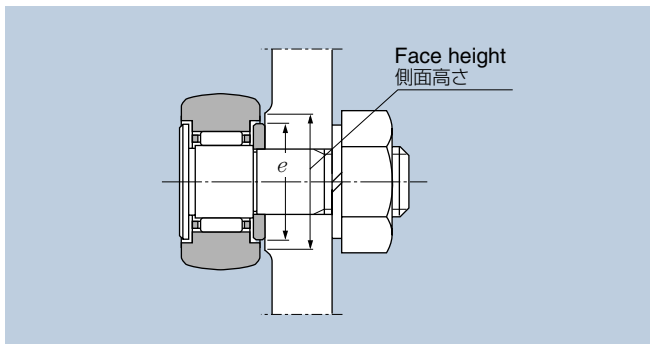

Fig.2
- (1) Make the face height at the cam follower mount greater than "e" dimension given in the applicable Dimension Table. (Fig.2)
- (1) カムフォロアの取付け部における側面高さは、寸法表に記載の"e"寸法より大きくとる (図2)。スタッド取付け穴の面取りは、なるべく小さくし ($0.5 \times 45^\circ$ 程度)、側板の側面を正確に当てるようにする。